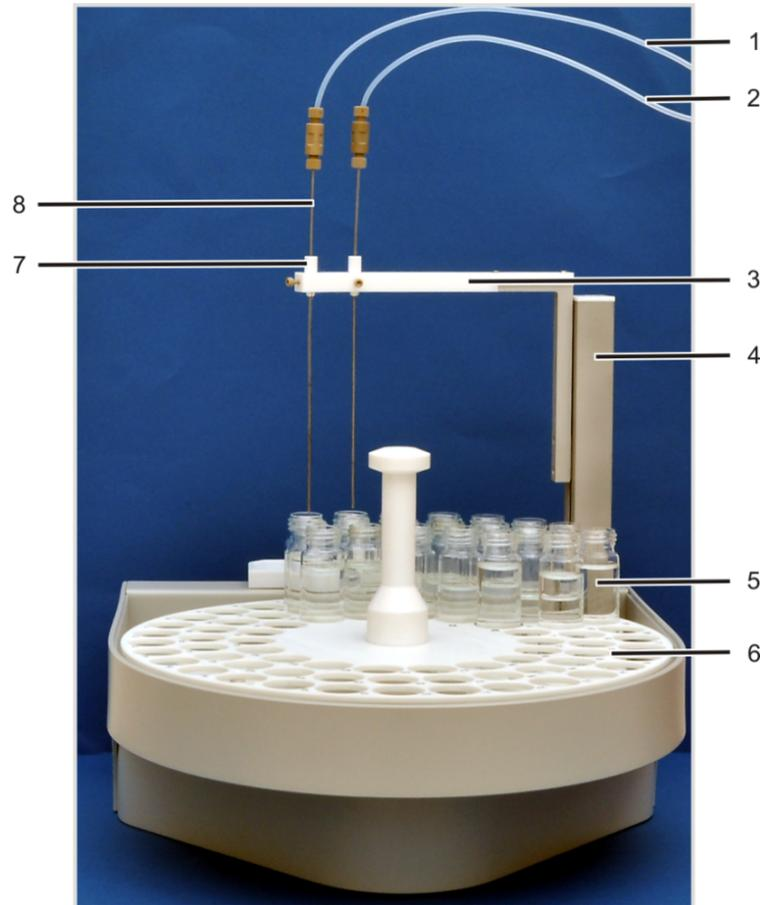

Abb. 32 Aufbau des Probengebers AS vario
- ▶ Für NPOC-Messungen mit parallelem Ausblasen: Einführung je einer Kanüle mit Hülse in die beiden Positionen der Kanülenhalterung (Abb. 32  52).